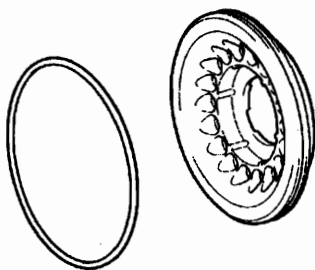

图 12-1-132
③如图 12-1-132 所示, 从 1 号离合器平衡器上拆下 O 形圈。